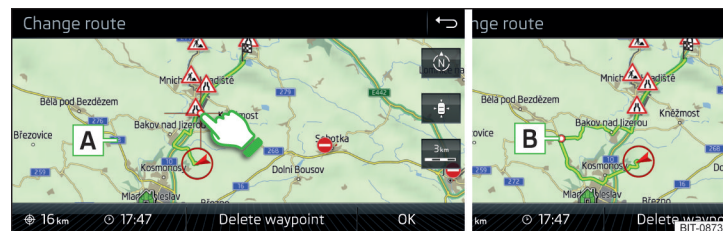

Abb. 233 Routenänderung in der Karte / Routendurchfahrtspunkt
- Den Bildschirm im Routenbereich berühren und den Kreuzpunkt auf die gewünschte Stelle in der Karte (z. B. A) » Abb. 233) verschieben.
Der Durchfahrtspunkt B » Abb. 233 wird in die Route eingefügt.